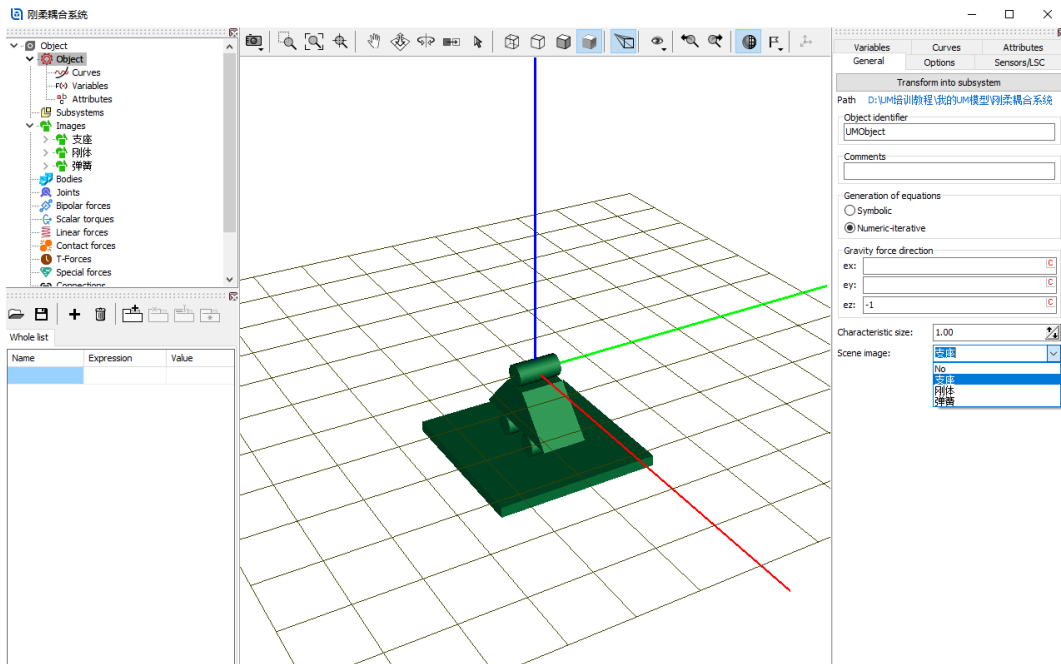

图 2-103
- 1) 回到 **UM Input** 程序主界面，从路径“**D:\UM 培训教程\几何素材\刚柔耦合系统**”依次导入几何素材**支座.img**，**刚体 img** 和**弹簧.img**，将**支座.img** 设置为 **Scene image**，重力方向默认为 Z 轴向下，重力加速度 $g = -9.81\text{m/s}^2$ ，如图 2-103。